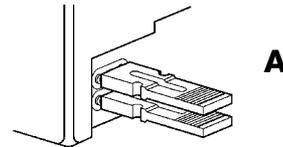

Figura 64
- 1 Abra la cubierta de la fotocélula y realice el puente de conexión de acuerdo con la Figura 64.